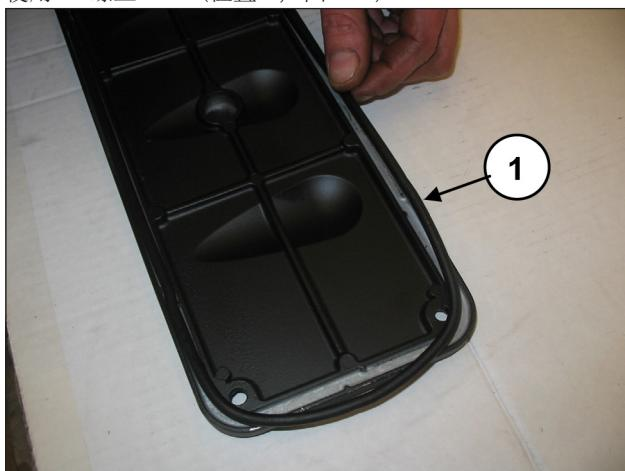

图 163
在检测盖上插入O形圈(位置①, 图 163)并安装检测盖, 可使用4+4螺丝M6x14(位置①, 图 164)。